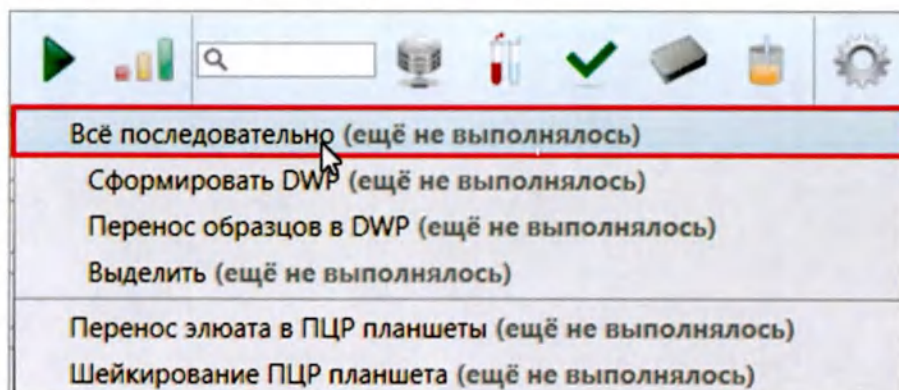

Рис. 39. Меню выбора процедуры.
6.5.7.1. В главном меню программы нажмите кнопку . В открывшемся меню выберите пункт «Все последовательно» (Рис. 39).